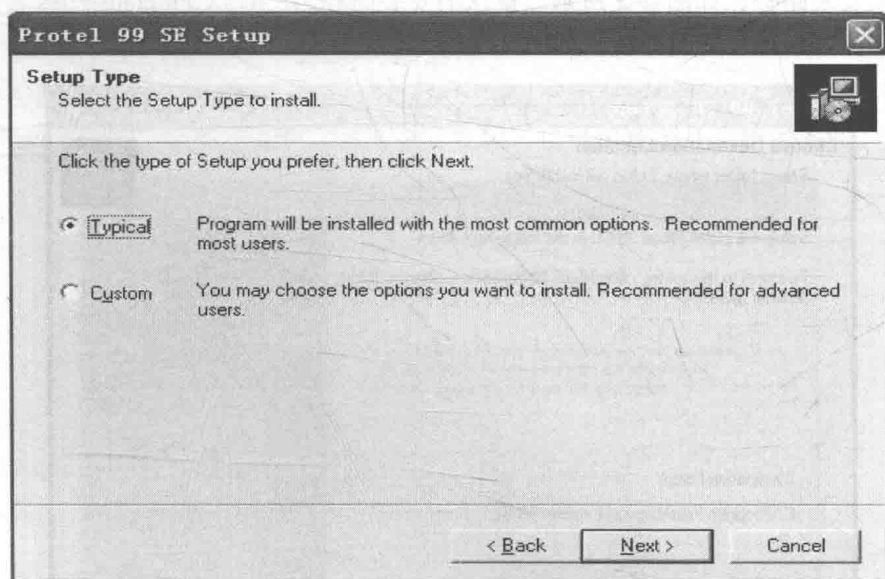

图 0-5 选择安装模式
5) 选择好安装路径后单击“Next”,进入选择安装模式,如图0-5所示,一般选择典型安装(Typical)模式,如有其他要求可选择自定义安装(Custom)模式。选择“Typical”